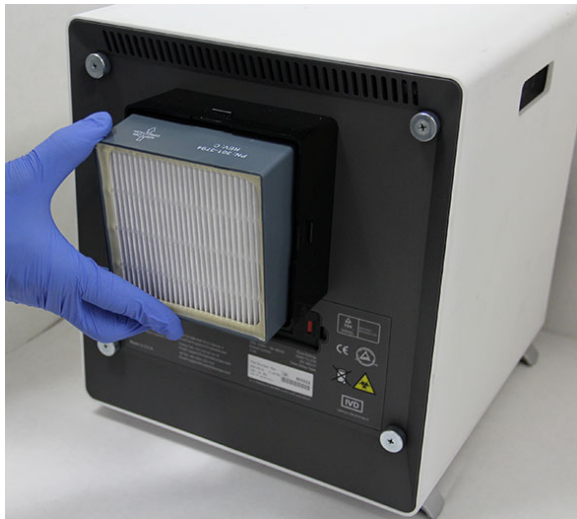

Figura 9-29. Înlocuirea filtrului HE
1. Puneți noul filtru HE în carcasa filtrului. Săgeata de pe filtrul HE indică spre interior, spre instrument. Consultați Figura 9-29.